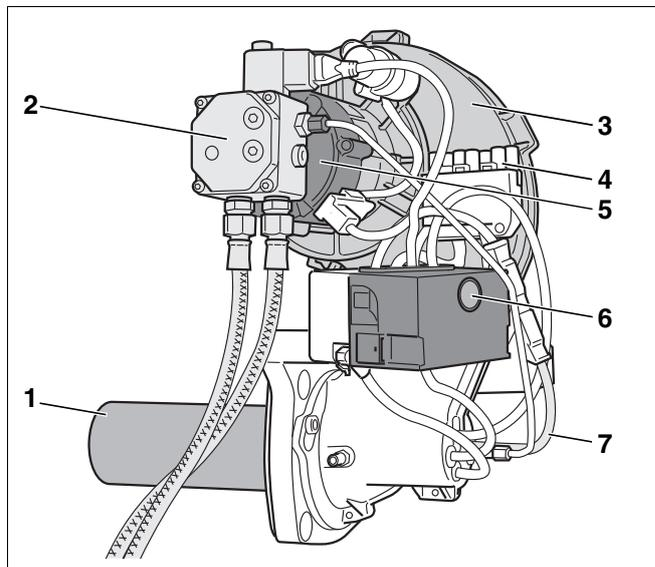
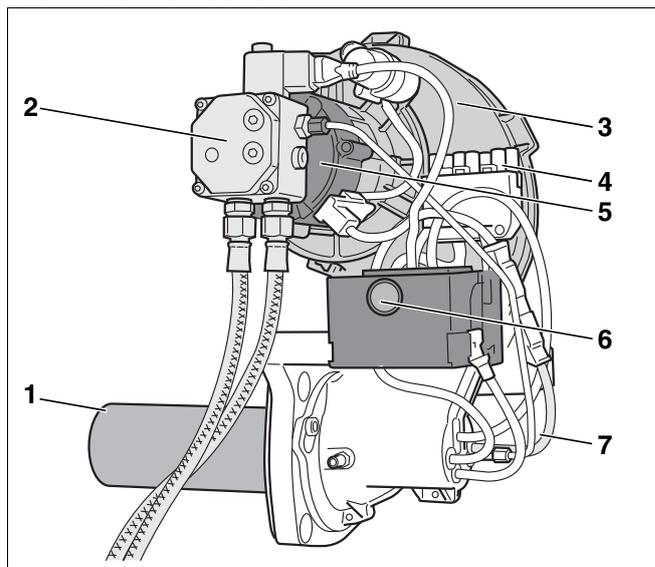

Рис. 1 Горелка Logatop BE 1
Рис. 2 Горелка Logatop BE 2
- труба горелки (Рис. 1 и Рис. 2, **поз. 1**)
- топливный насос с электромагнитным клапаном и шлангами для дизтоплива (Рис. 1 и Рис. 2, **поз. 2**)
- корпус горелки (Рис. 1 и Рис. 2, **поз. 3**)
- подключение горелки для семиполюсного штекера (Рис. 1 и Рис. 2, **поз. 4**)
- мотор горелки (Рис. 1 и Рис. 2, **поз. 5**)
- дизельный автомат горения с кнопкой подавления помех (Рис. 1 и Рис. 2, **поз. 6**)
- датчик пламени (Рис. 1 и Рис. 2, **поз. 7**)
Горелка (Рис. 1 или Рис. 2) соединена с системой управления через штекерное соединение (семиполюсный штекер).
Экспликация к рис. 1 и рис. 2: